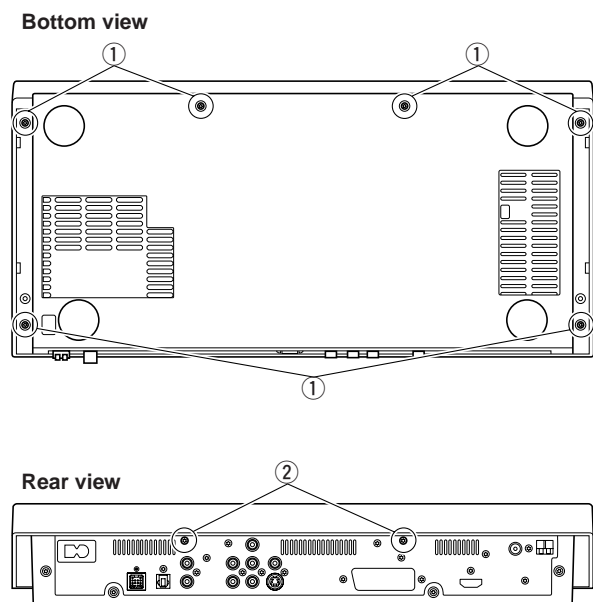

Fig. 1
- a. Remove 6 screws (①) and 2 screws (②). (Fig. 1)
- a. ①のネジ6本、②のネジ2本を外します。(Fig. 1)